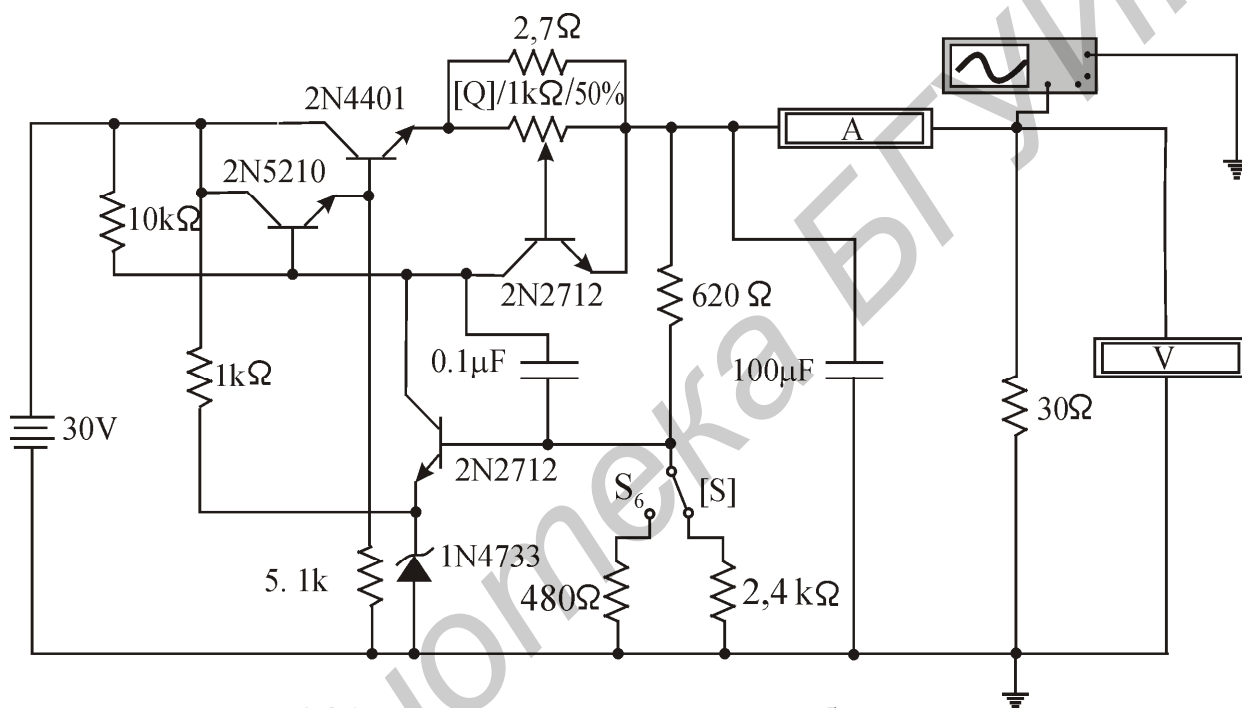

Рис.4.8. Исследование линейного стабилизатора
5.1. Соберите схему, как показано на рис. 4.8. На вход стабилизатора подайте постоянное напряжение 12 В. На выход стабилизатора подключите нагрузочное сопротивление 100 Ом. В цепь нагрузки включите амперметр.